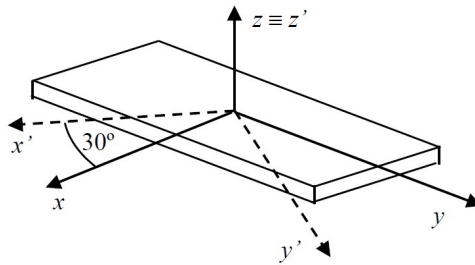

Figura 3.6: Problema PIII.2.3.
A superfície da lâmina de metal indicada na Figura 3.6 sofre as seguintes deformações (estado plano de tensão):
- Calcule o tensor das tensões associado a um sistema de eixos $x'y'$ que sofreu uma rotação de 30° , no sentido horário, como ilustrado na Figura 3.6.